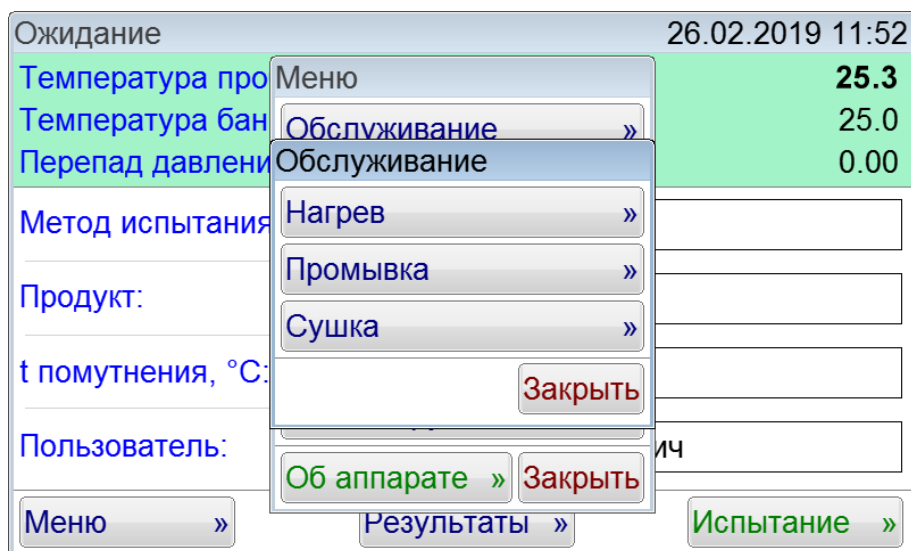
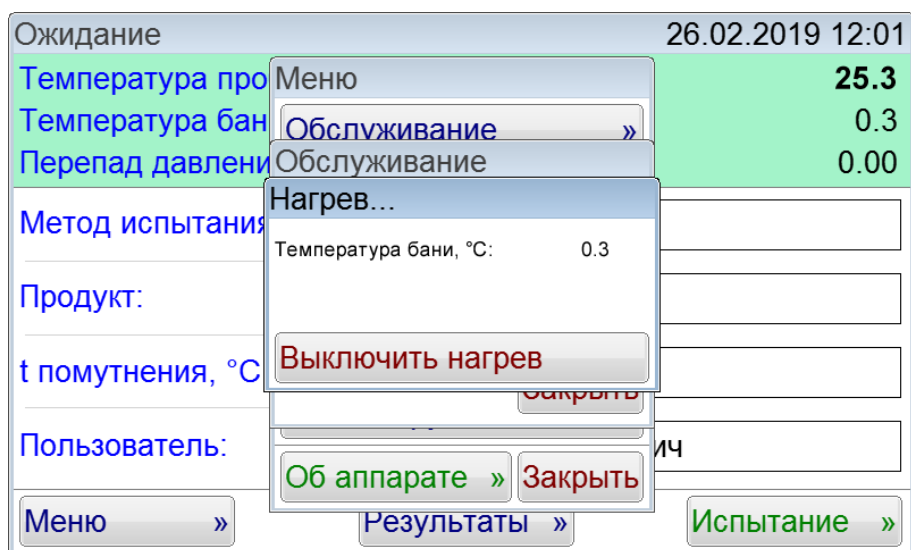

Рисунок 9 – Подменю «Обслуживание»
Рисунок 12 – Окно «Нагрев»
4.3.7 Если в пипетке остались остатки ацетона, то необходимо провести сушку. Для проведения сушки нужно снять колбу с блока технологического, чтобы при работе насоса остатки ацетона в колбе не попали в двухходовой клапан. Далее зайти в **[Меню]** и нажать кнопку **[Обслуживание]**. После этого появится подменю «Обслуживание» (рисунок 9).
4.3.8 Если температура бани ниже -10°C , то необходимо провести ее нагрев. Нагрев позволяет осуществить повышение температуры бани за счет использования встроенного нагревателя. Для осуществления нагрева необходимо зайти в [Меню] и нажать кнопку [Обслуживание] (рисунок 9). В появившемся подменю «Обслуживание» нажать кнопку [Нагрев]. Нагрев бани будет происходить до тех пор, пока температура бани не достигнет 25°C . Для того, чтобы закончить нагрев до достижения температуры 25°C , необходимо нажать [Выключить нагрев] (рисунок 12).